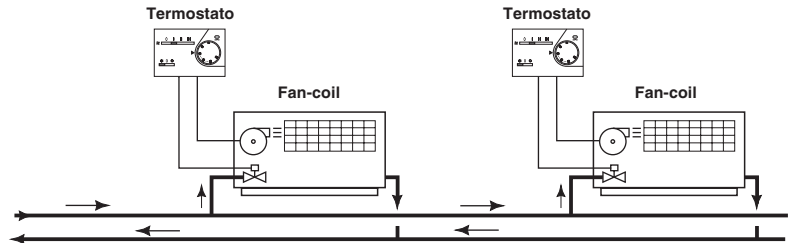

Fig. 1
- 1) elettrovalvola termostata e ventilazione fissa (fig. 1)
- 2) elettrovalvola e ventilazione termostata (fig. 1)